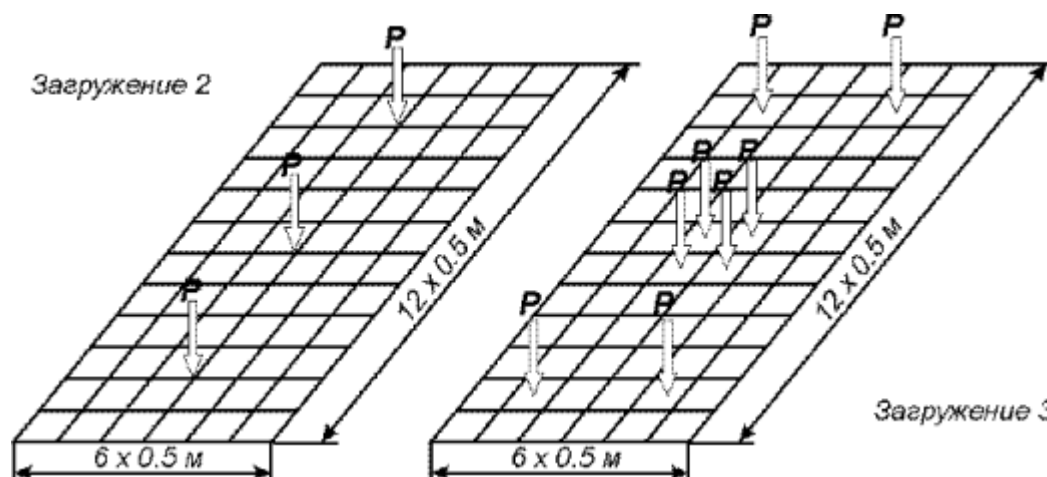

Рис.2.1. Расчетная схема плиты
- загрузка 2 – сосредоточенные нагрузки $P = 1\text{ т}$, приложенные по схеме рис.2.1, загрузка 2;
- загрузка 3 – сосредоточенные нагрузки $P = 1\text{ т}$, приложенные по схеме рис.2.1, загрузка 3.